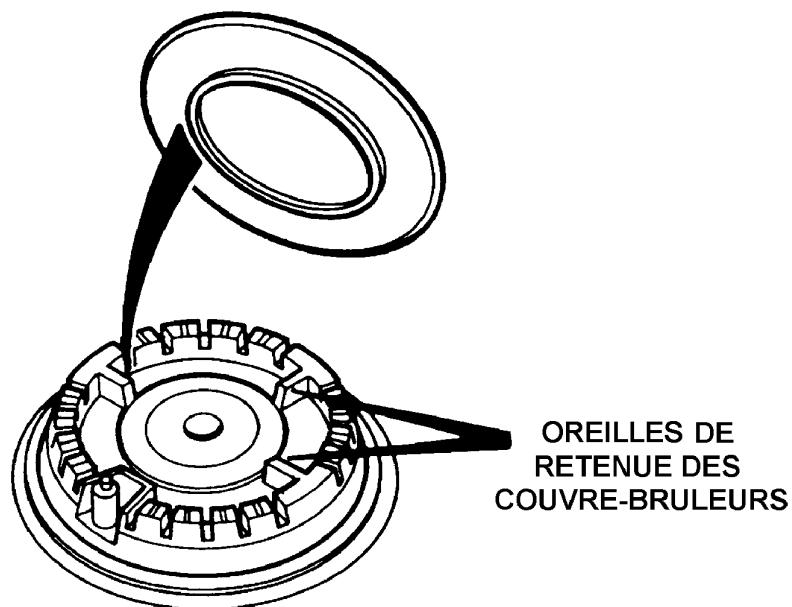

Fig 3A
- Une fois nettoyés, s'assurer que tous les éléments soient bien secs. En fixant le bouchon de brûleur et la tête de brûleur, s'assurer que l'orifice de la tête de brûleur est correctement placé sur l'électrode d'allumage (voir Fig. 3a, 3b, 3c), et que le bouchon de brûleur est correctement placé sur la tête de brûleur.